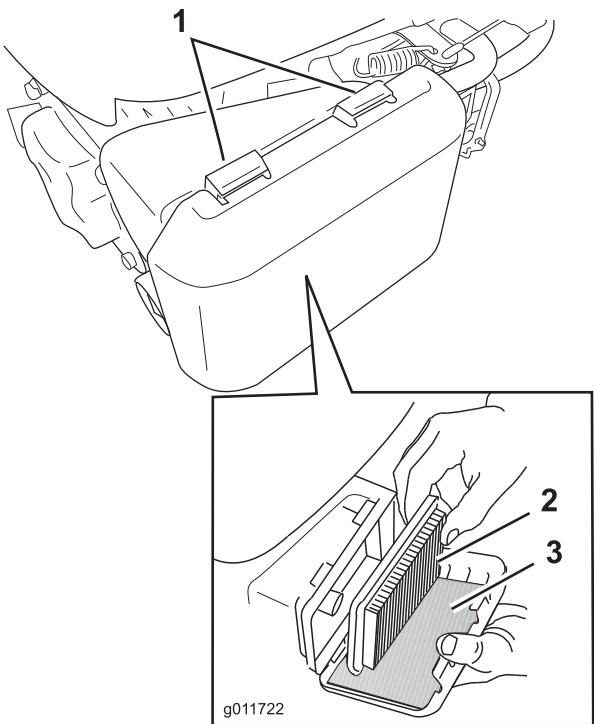

Figure 37
- Appuyez sur les languettes de verrouillage en haut du couvercle du filtre à air (Figure 37).
3. Retirez l'élément en papier et le préfiltre en mousse (Figure 37).